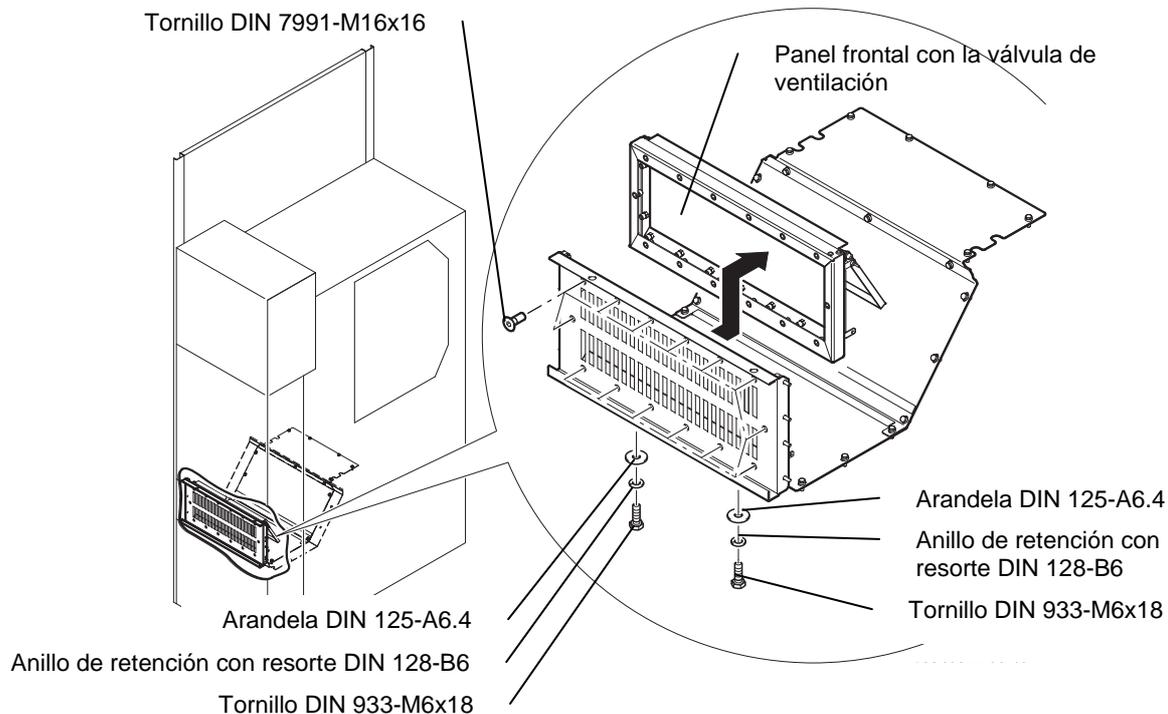

Figura 4.22
2. Extraer el panel frontal con la válvula de ventilación (véase la figura 4.22).